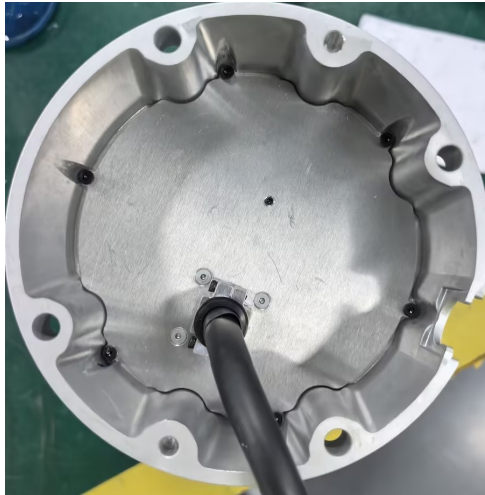

图 3-2: 打开基座
3. 按照图 3-2所示位置盖上基座封板，并使用 6 颗 M2.5 螺钉紧固。